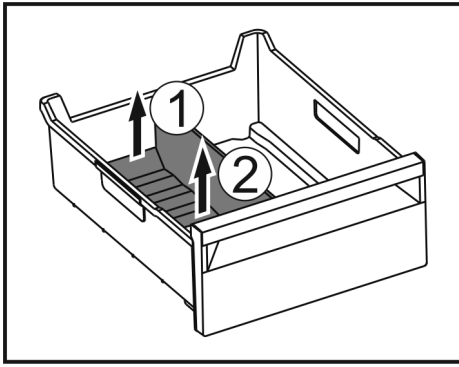

Fig. 151
- Ridicați partea posterioară a separatorului pentru compartimentul de gheață. Fig. 151 (1)
- Scoateți separatorul pentru compartimentul de gheață în sus. Fig. 151 (2)